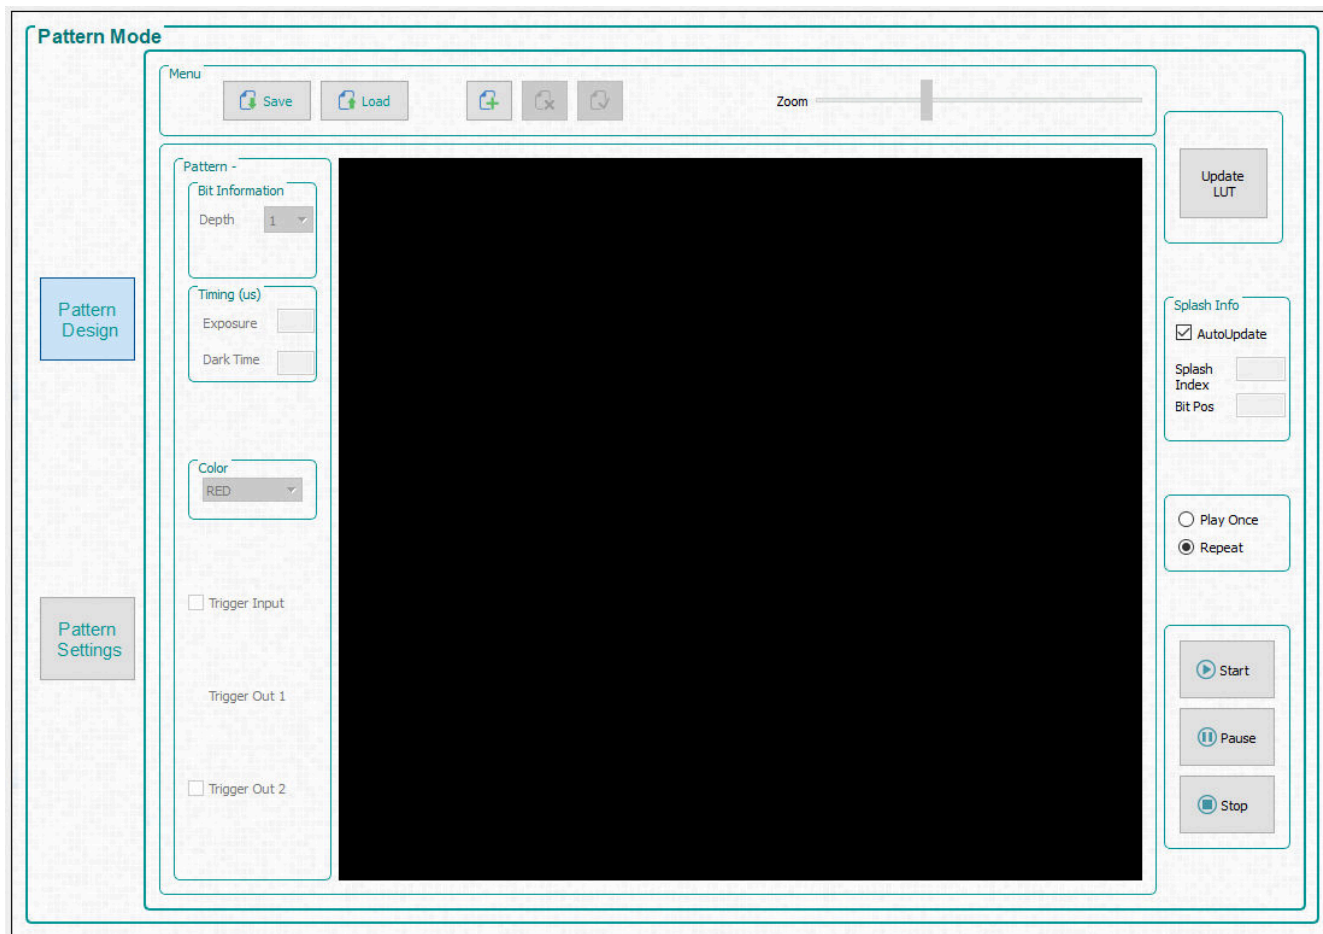

図 3-6. [Pattern Mode] デザイン パネル
GUI の上端にある [Pattern Mode] ボタンをクリックすると、図 3-6 に示す [Pattern Mode] パネルが表示されます。
2. 「Operating Mode」(操作モード) グループ ボックスから 「Pattern On-The-Fly Mode」(パターン オン ザ フライ モード) を選択してから、「Pattern Design」(パターン デザイン) ボタンをクリックすると、図 3-6 に示すような大きな黒いパネルが表示されます。